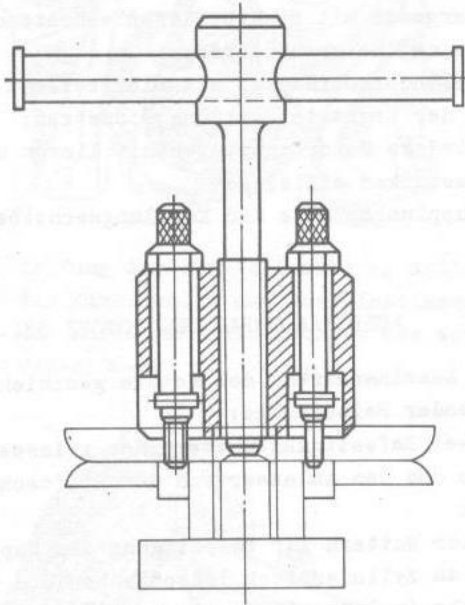

Bild 2-30. Ausbau der Kurbelwellenscheibe des Motors 331.10
- mit Benutzung der Abziehvorrichtung 9680.2452 (Bild 2-30) die Riemenscheibe der Kurbelwelle abziehen;